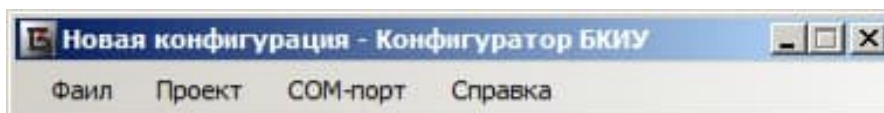

Рисунок 6 – Панель меню
8.2 Панель меню располагается вдоль верхней границы главного окна конфигуратора и включает в себя следующие пункты (рисунок 6)